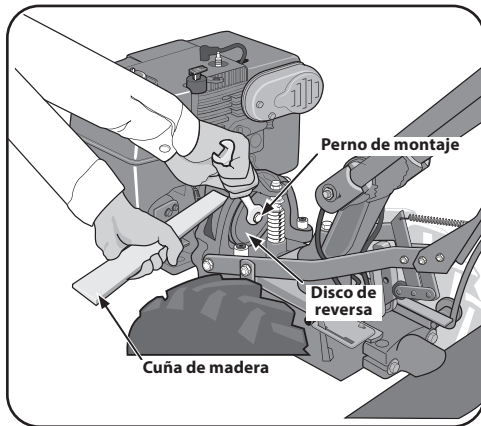

Figura 5-30
3. Use una llave de $\frac{1}{16}$ " para aflojar el perno de montaje que se muestra en la Figura 5-30. Recuerde inmovilizar la polea con la cuña de madera mientras afloja el perno. Si es necesario, haga palanca sobre el disco con la punta de un destornillador para sacarlo de la polea. Retroceda el perno hacia afuera tanto como se pueda. Luego incline el disco un poco para extraerlo. Traiga el perno y la arandela de seguridad junto con el disco. Instalación de un nuevo disco de reversa.